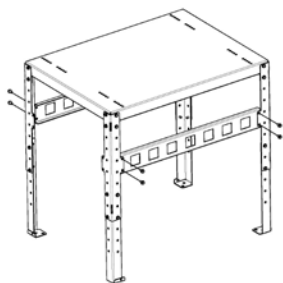

Fig. 33 - zamontować wzmocnienia;
- Przymocować 2 poprzeczki wzmacniające konstrukcji (patrz **Fig. 33**);